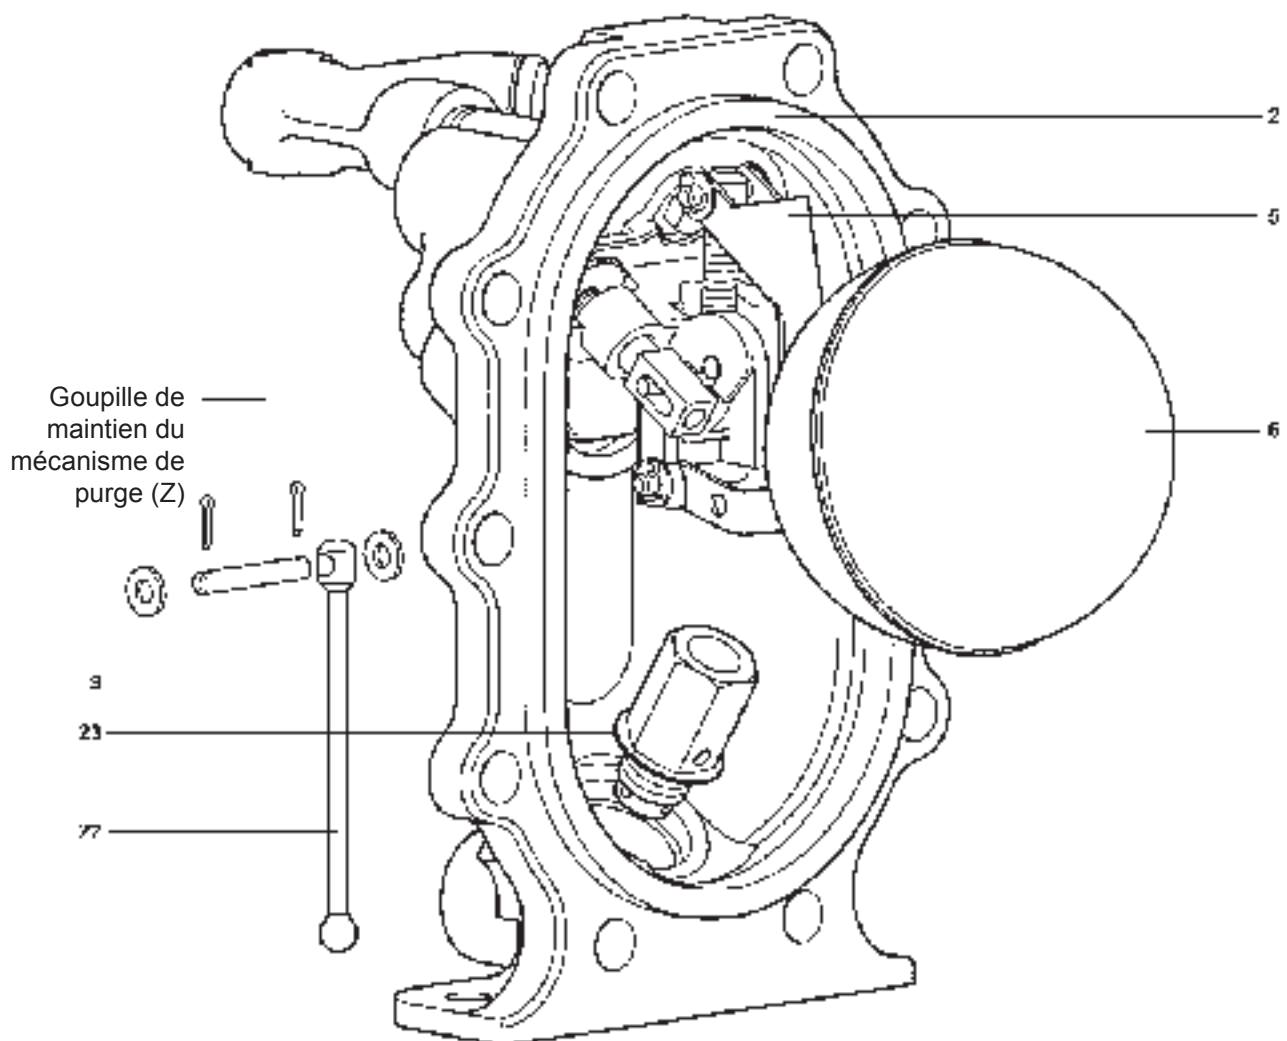

Fig. 22
4. Retirer la goupille fendue, la rondelle et l'axe du pivot (Z) (voir Fig. 22).
13. Remonter la tige de clapet et la goupille de maintien du mécanisme de purge (Z) (longueur 40 mm), (sans oublier d'utiliser de nouvelles goupilles et rondelles) au levier du flotteur (rep. 5).